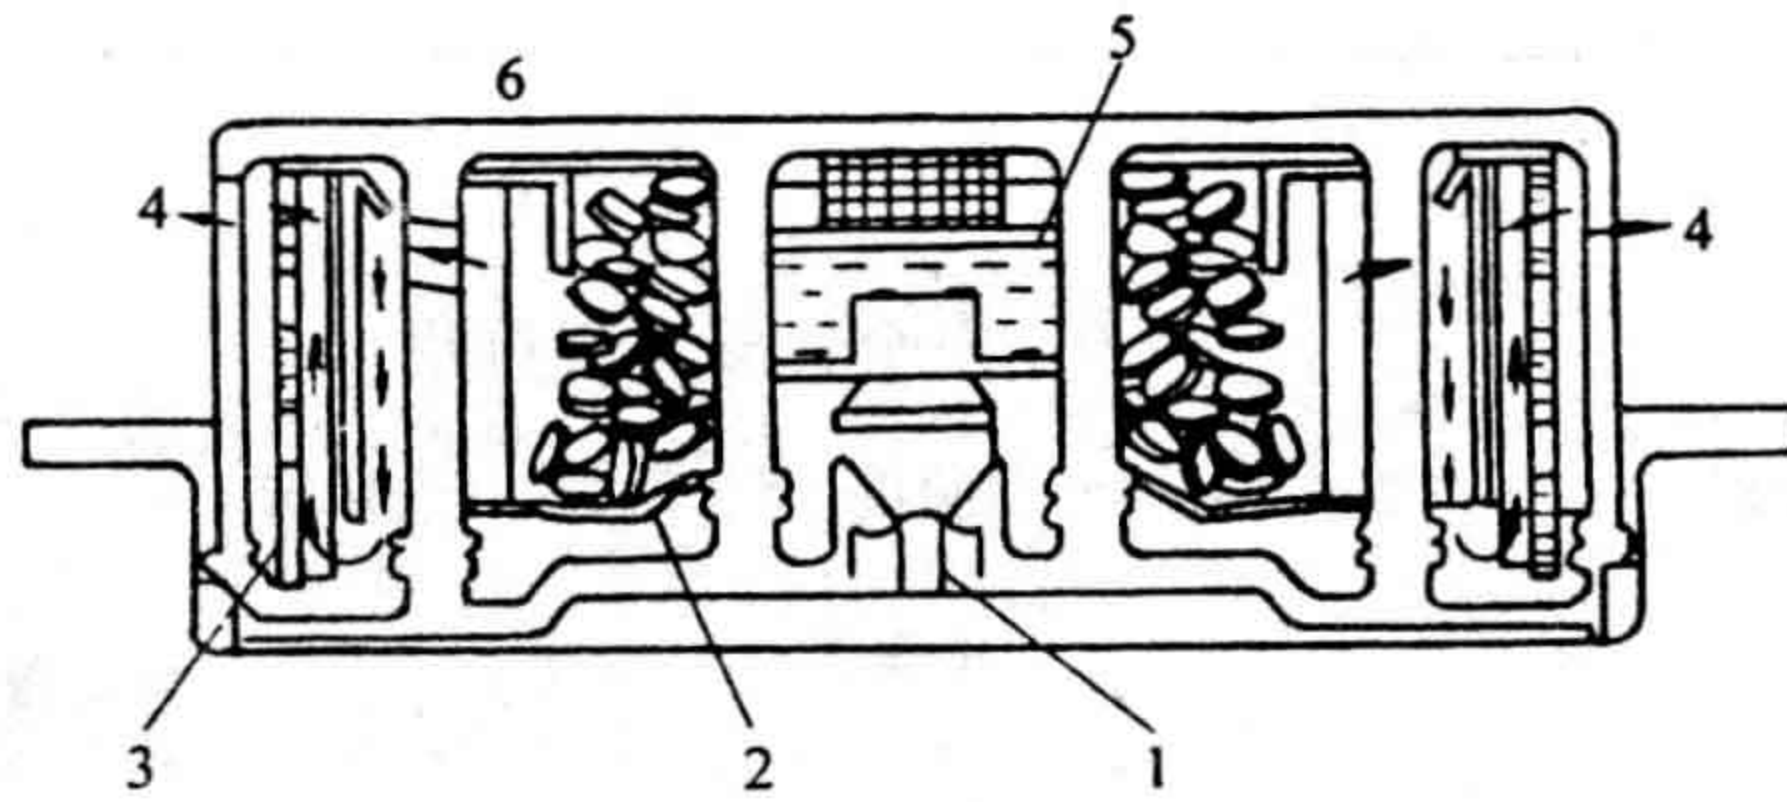
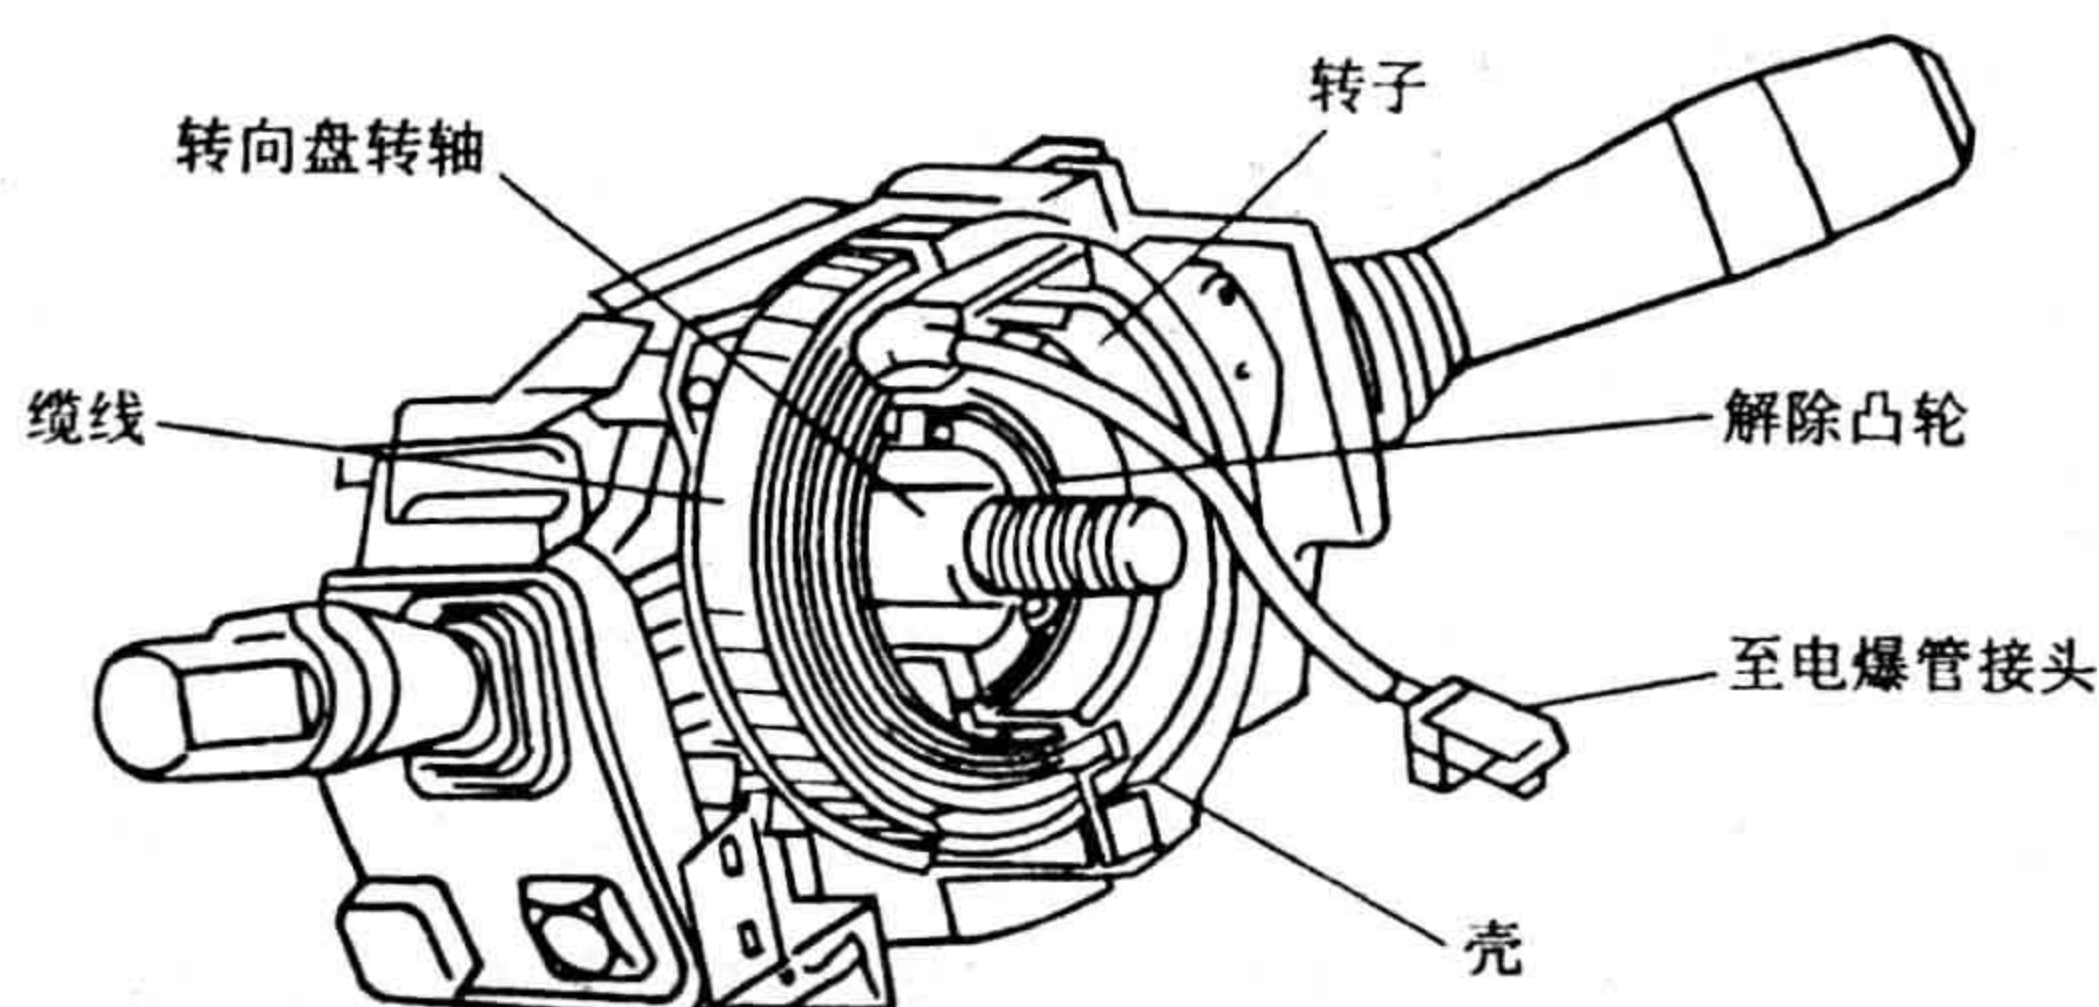

图3-3-12 驾驶席侧充气泵
图 3-3-14 转向线盘
3) 充气泵。充气泵的结构如图3-3-12~图3-3-14所示。它由一个铝壳,内装有产生气体的化学药品,为气囊充气。当碰撞传感器把蓄电池供电电路接通,点火器因获得电能而加热点火器内的点火剂,使其被点燃。叠氮化钠和氧化铜剧烈反应,迅速产生无害气体氮,氮气经过增压器滤网总成快速扩散到气囊内。然后,气囊冲破转向盘装饰盖(驾驶员侧)接口或护板(乘员侧)开始充气。
4) 转向线盘。充气元件与安全气囊安装在转向盘上,与转向盘一起转动,点火器与SRS ECU之间的导线连接是靠转向线盘(游丝或称螺旋电缆)来连接的,转向线盘如图3-3-14所示。转向线盘由转子、壳体、导线和解除凸轮等组成,转子与解除凸轮之间有连接凸缘与凹槽。转动转向盘时,两者互相接触,形成一个整体一起旋转,导线的长度约有5m左右,螺旋状缠绕在壳体内,因此当转子由中间位置,向正反两个方向各转2.5圈时,也不会影响导线的连接。